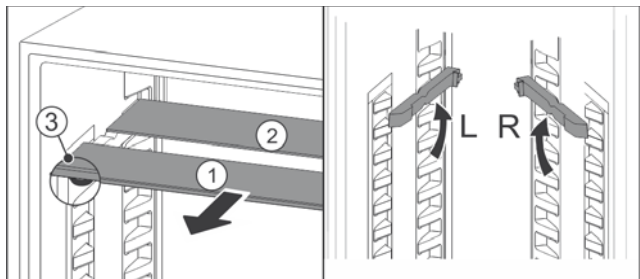

Fig. 97
- По одной извлеките Fig. 97 (1) стеклянные панели движением вперед.
- ▷ Стеклянная панель Fig. 97 (1) с декоративной планкой лежит спереди.
- ▷ Стопоры Fig. 97 (3) показывают вниз.